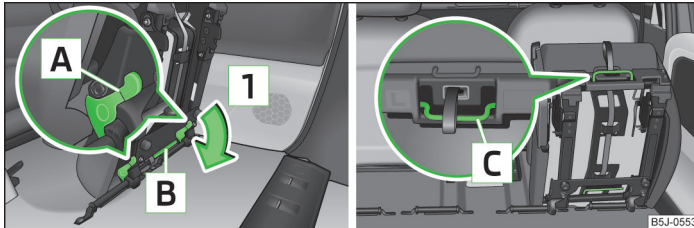

Abb. 40 Vorgeklappten Sitz entriegeln / Tragegriffe an der Sitzfläche
- › Den vorgeklappten Sitz durch Drücken der Sitzverriegelungen **A** » Abb. 40 in Pfeilrichtung **1** entriegeln.
- › Den äußeren Sitz vorklappen » Seite 58, Sitzlehne vorklappen und Sitz komplett vorklappen und entriegeln » Abb. 40 auf Seite 59.